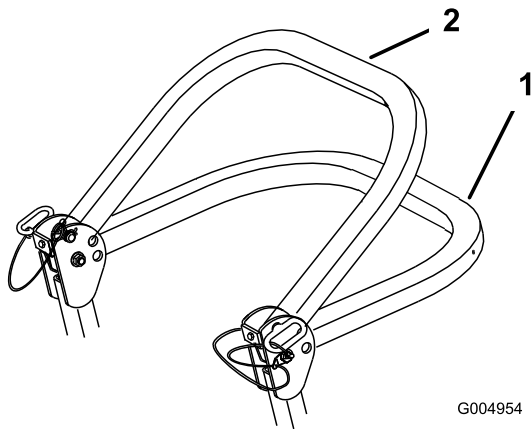

Figura 8
2. Baixe por completo a barra de segurança (Figura 8).
- Nota:** Há 2 posições em baixo; consulte Figura 8.